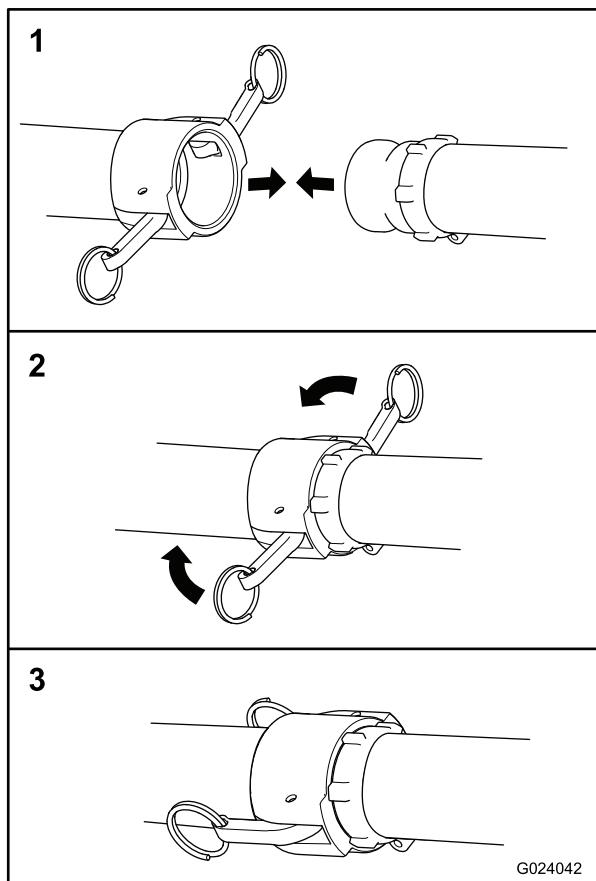

Figura 21
**Nota:** El mezclador tiene un acoplamiento macho de levas (Figura 21) situado después de la válvula de transferencia.